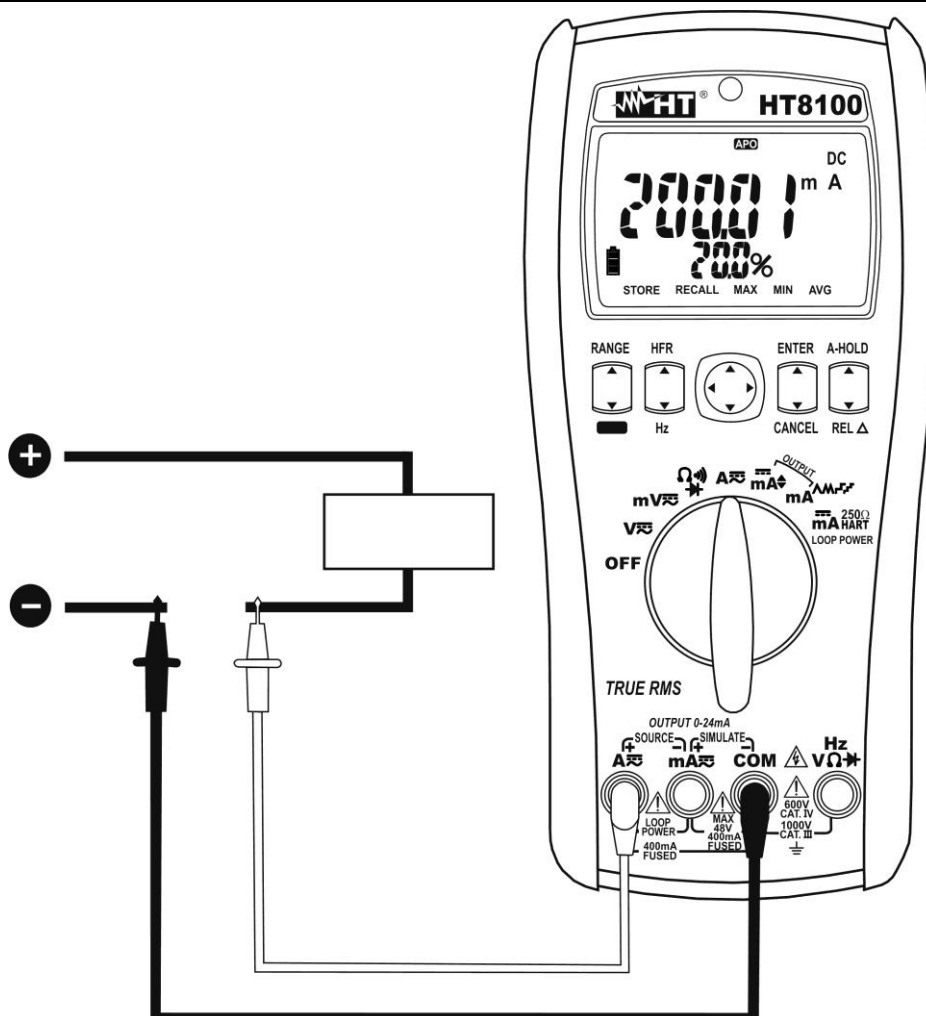

Fig. 4: Uso dello strumento per misura di Corrente DC
5. Collegare il puntale rosso ed il puntale nero in serie al circuito di cui si vuole misurare la corrente rispettando la polarità ed il verso della corrente (vedere Fig. 4)
8. La visualizzazione del simbolo "-" sul display dello strumento indica che la corrente ha verso opposto rispetto alla connessione di Fig. 4.